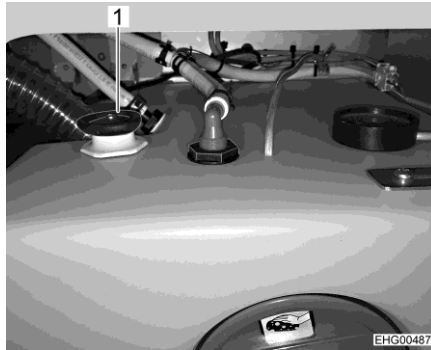

Bild 44 Vattentank med ratt
- Vrid ratten (Bild 44,1) på vattentanken moturs mot motståndet till stoppläget för att öppna utloppsöppningen helt.